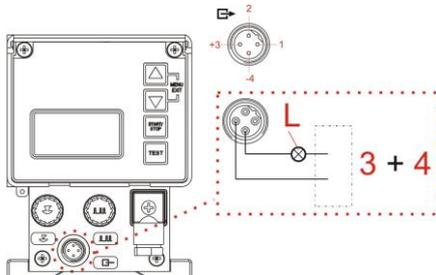

Fig. 7.20 Installation de la sortie du signal de course pour 24 V / DC
Une fois l'avant de pompe (fig. 7.20) ouvert et déposé, le relais d'alarme à contact inverseur (fig. 7.20, pos. 1) est accessible sur la platine de commande.